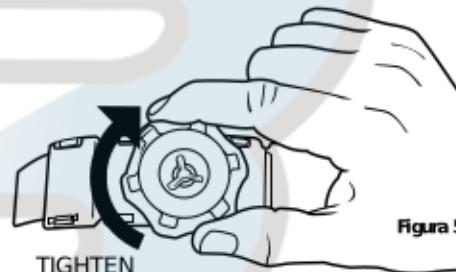

Figura 5
3. Regule el ajuste de la suspensión: Suspensión estilo trinquete Flex-Gear®: Gire la perilla de trinquete hacia la izquierda hasta que la banda de cabeza alcance el tamaño máximo. Coloque el casco sobre la cabeza y gire la perilla de trinquete hacia la derecha hasta lograr un calce cómodo. NO AL USTÉ DEMASIADO (Figura 5).